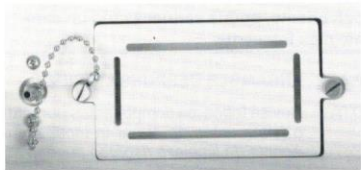

FIGURA 5.7 RETIRO CUBIERTA MICROFILTRO ENTRADA AIRE
M. RETIRE CUBIERTA MICROFILTRO ENTRADA AIRE **soltando los dos tornillos** Refer. a Figura 5.7.